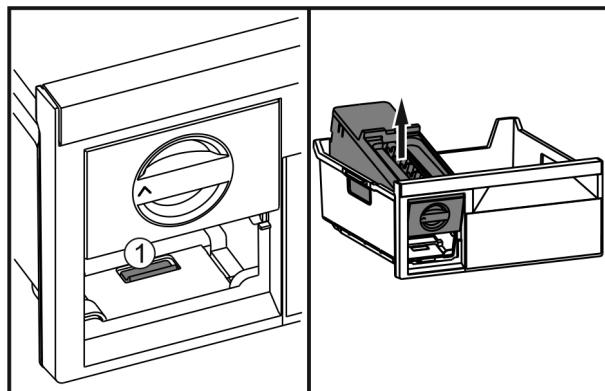

Fig. 63
- Нажать на накладку Fig. 63 (1), EasyTwist-Ice поднять сзади и вынуть из выдвижного ящика морозильника.